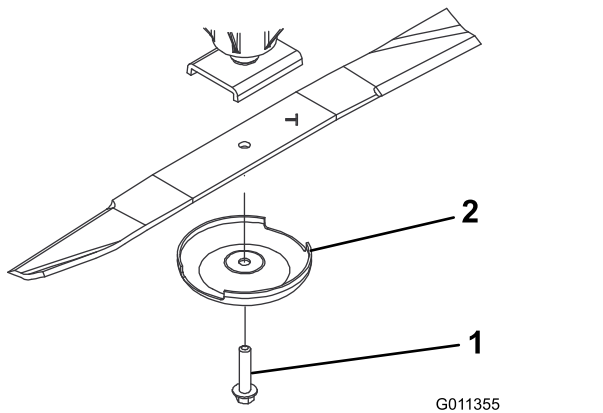

Bild 83
2. Halten Sie das Ende des Messers mit einem stark wattierten Handschuh oder wickeln Sie einen Lappen um es herum. Entfernen Sie die Messerschraube, die Antiskalpierkuppe und das Messer von der Spindelwelle (Bild 83).
3. Setzen Sie das Messer (der Flügel sollte zum Mähwerk zeigen) mit der Antiskalpierkuppe und der Messerschraube ein (Bild 83). Ziehen Sie die Messerschraube bis auf 115-149 N·m an.
Wenn sich das Messer abwetzen kann, bildet sich ein Schlitz zwischen dem Windflügel und dem flachen Teil des Messers (Bild 83). Zuletzt kann sich ein Stück des Messers lösen und aus dem Gehäuse herausgeschleudert werden. Das kann zu schweren Verletzungen bei Ihnen selbst und Unbeteiligten führen.